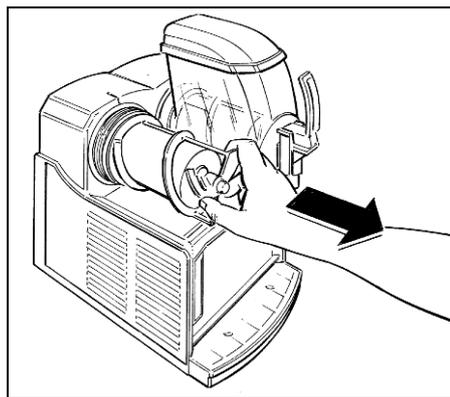

Fig. 7
- **E**xtraiga la espiral de mezclado y la junta de estanqueidad de ventosa (fig.7).